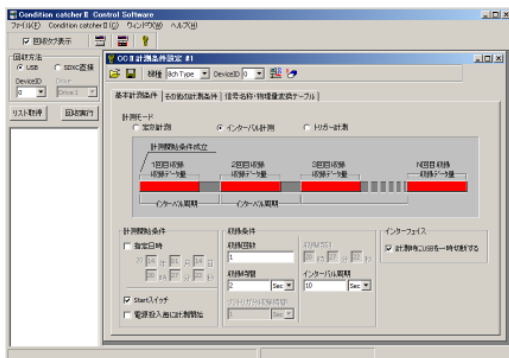

図 40. 計測条件設定画面
- ①パソコンの電源を投入し、『コントロール・ソフトウェア』を起動し、初期画面を表示します。
- ②本体の電源を投入し、USB ケーブルを接続します。
- ③初期画面ツールバーの『計測条件設定』ボタン  をクリックします。
- ④図 40 のような計測条件設定画面が表示されますので、この画面で各種計測条件を設定します。
- ⑤設定した条件を確認し、間違いなければこれらの設定を本体にダウンロードします。計測条件設定画面のツールバーの『DeviceID』を、USB 接続した本体で設定されている値に合わせて『ダウンロード』ボタン  をクリックするとこれらの計測条件を本体へ書込みます。